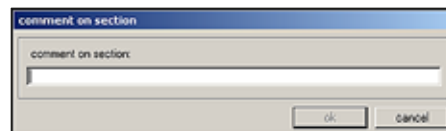

Abb. 41
- 1 Neu** Durch einen Klick auf diese Schaltfläche öffnet sich das Dialogfeld **Schnittkommentar** (→ Abb. 41).